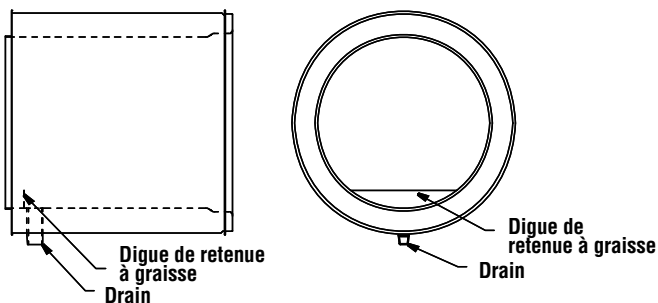

Figure 67 - Longueur de drainage horizontale
3. L'ensemble longueur ajustable comprend une section intérieure coulissante, deux bagues de retenue, un collier de compression, une garniture en graphite, une bande isolante (DIS seulement) et un conduit extérieur télescopique. Un outil est fourni avec l'ensemble. Voir **Figure 67**.
1. La longueur de drainage horizontale est équipée d'un manchon NPT de 1 po qui est fixé à la paroi intérieure et traverse la paroi extérieure pour permettre le drainage de la graisse, du condensat ou de l'eau du conduit. Voir **Figure 67**.